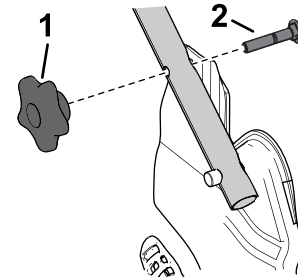

Figure 18
- Retirez et conservez les 2 boutons et les 2 boulons de carrosserie du support du guidon (Figure 18).